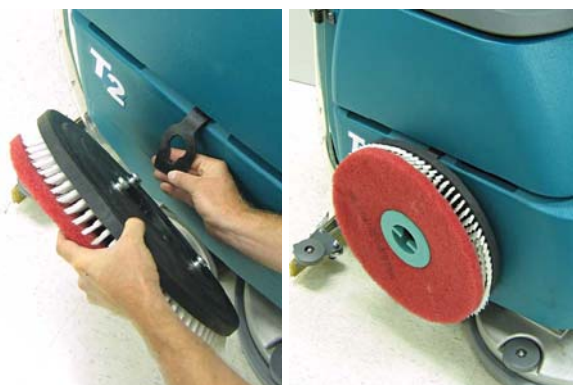

図 13
7. 本機を移動または保管する場合は、ブラシを取り外し、保管ロープに掛けてください(図 13)。